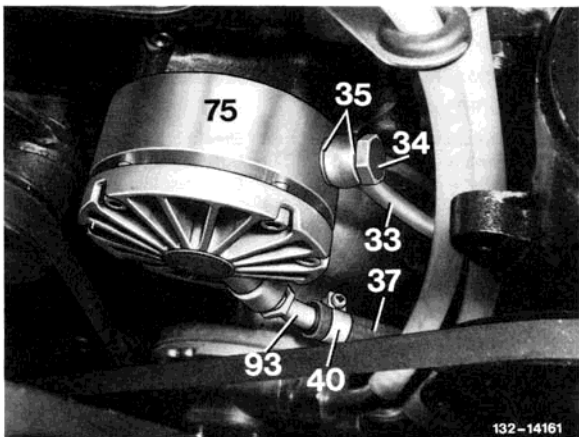

Bild 1
1 Hochdruckdehnschlauch (30 bzw. 33) mit den Dichtringen (35) und der Hohlschraube (34) an der Druckölpumpe (75) anschrauben (Bild 1 und 2).
2 Ölrohr (93) in die Druckölpumpe einschrauben (Bild 1 und 2).
3 Verbindungsschlauch (37) mit der Schelle (40) an der Saugleitung befestigen (Bild 1 und 2).